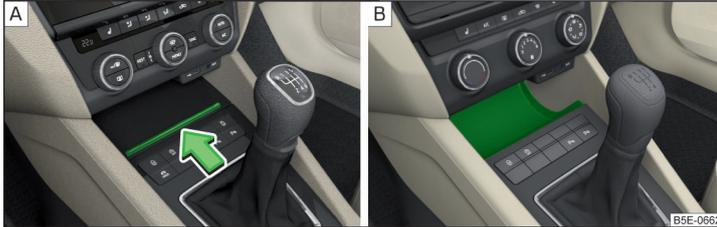

Abb. 80 Ablagefach öffnen / Nicht abschließbares Ablagefach
- Zum **Öffnen** auf die Leiste in Pfeilrichtung drücken » Abb. 80 - **A**.
» Abb. 80 - **B**.